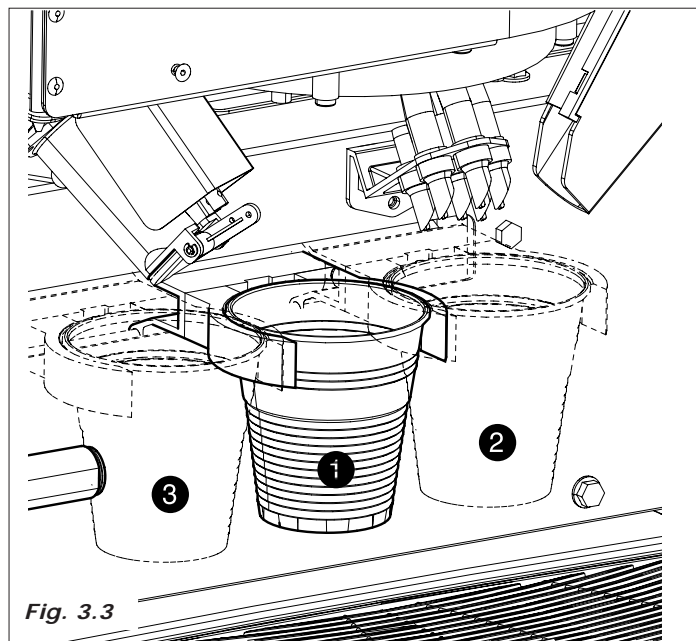

Fig. 3.3
- transferidor copinhos desloca-se da posição descanso/distribuição à estação "cup dispenser" (Fig. 3.3)